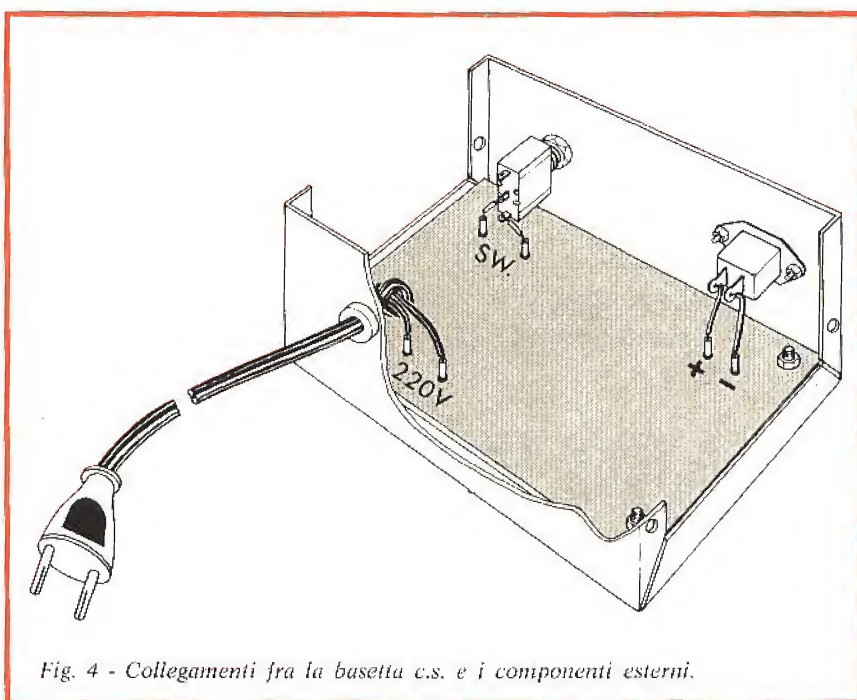

Fig. 4 - Collegamenti fra la basetta c.s. e i componenti esterni.
● Infilare nell'apposito foro posteriore del fondello il passacavo - Fig. 4.
● Infilare nel passacavo il cordone di alimentazione - Fig. 4.
- Fare un nodo al cordone di alimentazione dal lato interno del fondello, in modo che i due conduttori che lo costituiscono sporgano per circa 30 mm. Fig. 4.